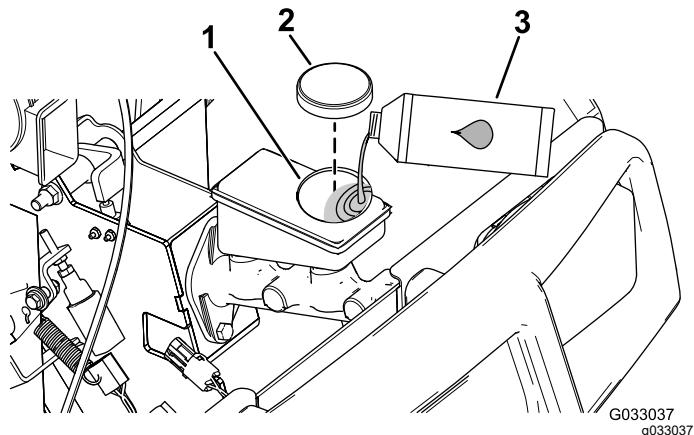

Figura 51
- Levante el capó para acceder al cilindro del freno principal y al depósito (Figura 51).
- A. Limpie la zona alrededor del tapón del depósito y retire el tapón (Figura 51).
- C. Coloque el tapón del depósito (Figura 51).